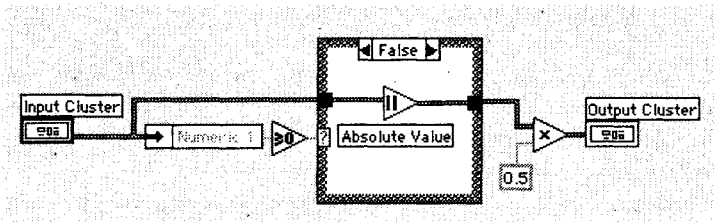

Рис. 7.49
4. Постройте блок-диаграмму, как показано на рис. 7.49. В ней должны быть задействованы оба варианта ЛОЖЬ и ИСТИНА структуры варианта.